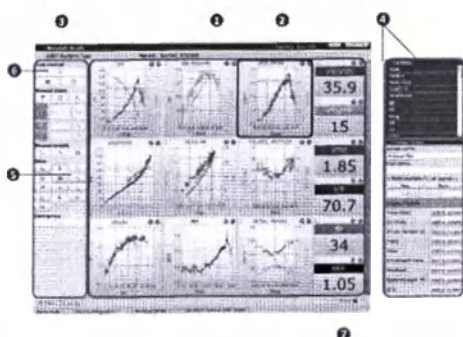

Рис. 53: Экран модуля рабочего процесса CPET Perform Test (Проведение CPET)
Модуль CPET Perform Test (Проведение CPET) имеет следующую структуру (➡ рис. 53):
❶ Экран	Специальный набор экранных субъектов
❷ Экранный(е) объект(ы)	Отображает данные для заданных переменных во время тестирования и после него; дополнительные свойства (например, Normal Values (Нормальные значения), Exercise Phases (Этапы нагрузки) и т. д.) можно «включить» с помощью панели действий
❸ Панель действий	Содержит кнопки управления тестированием (область Test Control) и настройки конфигурации экрана
❹ Область конфигурации	Открывается по нажатию на стрелку, содержит список всех переменных, конфигурацию которых можно настроить для тестирования, и используется для изменения/повторного создания экрана и экранных объектов
В качестве стандартного экрана отображается группа из 9 панелей (по Вассерману) (➡ рис. 53). Вы можете выбрать другой вид экрана из списка экранов с настроенной конфигурацией, щелкнув по кнопке выбора ❸ ❹.
- Нажмите на кнопку ➡ запуска тестирования ❶ (➡ рис. 53). Сообщите пациенту/субъекту о начале тестирования.
- Если необходимая проверка завершена, нажмите на кнопку ❷: Skip to Recovery (Перейти к восстановлению). Если в протоколе тестирования задана